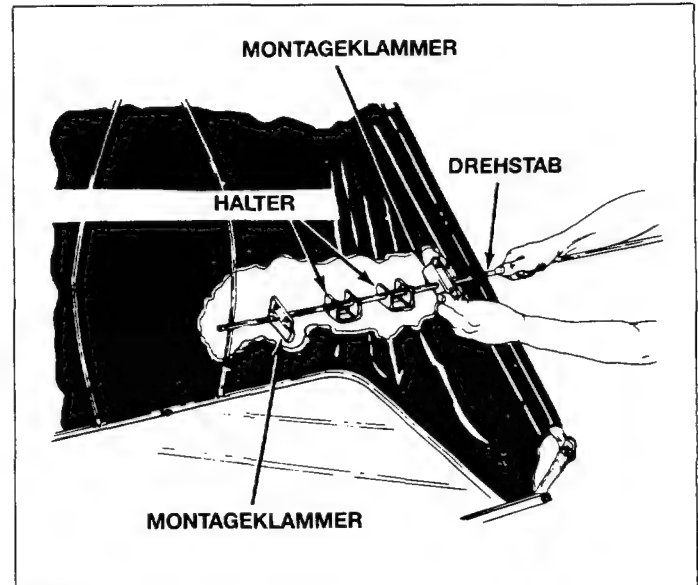

Bild 23
13. Den Drehstab durch die in Schritt 12. soeben gestochenen Löcher der oberen Gestänge gleiten lassen. Zunächst eine Montageklammer und danach zwei Halter und dann noch eine Montageklammer auf die Stange aufsetzen, bevor die Stange in die zweite Bohrung auf der anderen Seite des Behälters geschoben wird. Siehe Bild 23.